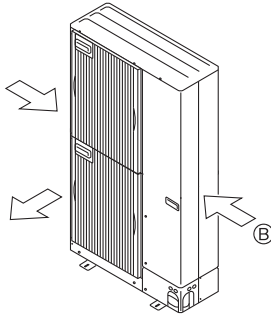

Fig. 2-5
- ③ Bringen Sie die Anlage so an, daß die Abluft aus der Luftaustrittsöffnung im rechten Winkel zu derjenigen Richtung geführt wird, aus der saisonal bedingt starker Wind bläst. (Fig. 2-5)